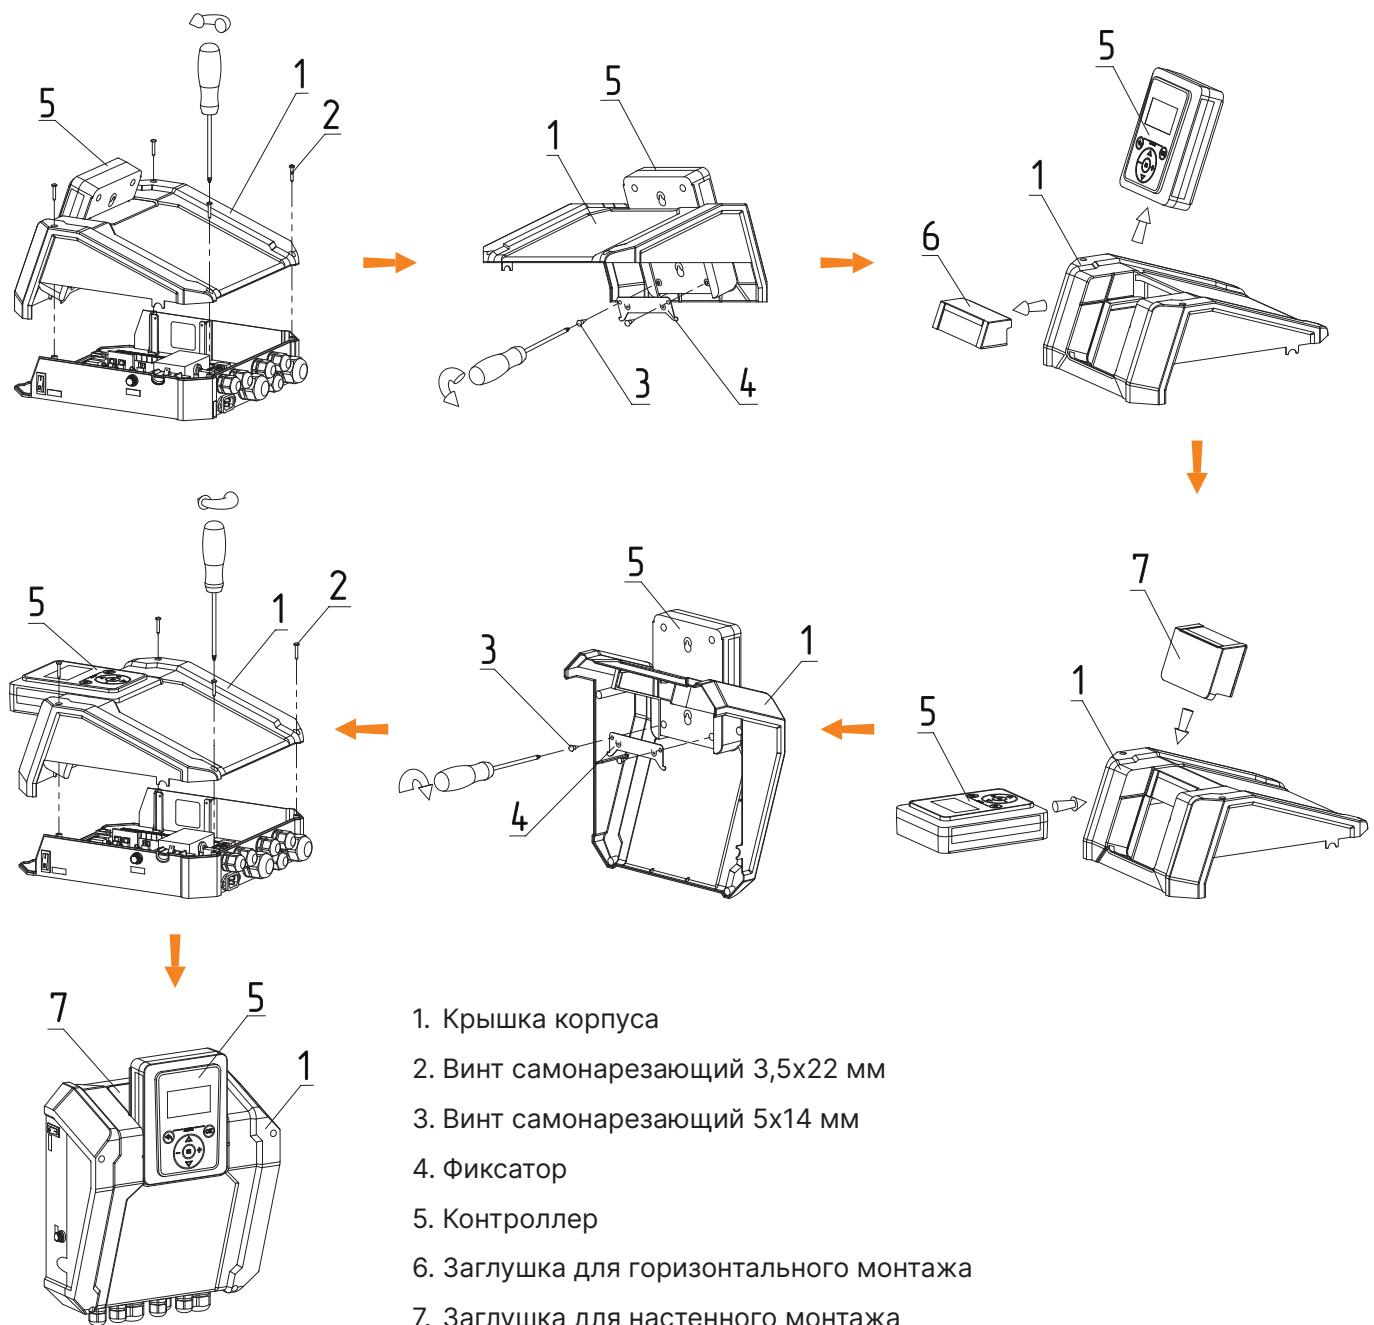

Рис.12 Схема настенного монтажа контроллера
1. Открутите винты (**Рис.12, поз.2**);
2. Поднимите крышку корпуса (**Рис.12, поз.1**);
3. Открутите винты (**Рис.12, поз.3**) с обратной стороны крышки корпуса;
4. Уберите фиксатор (**Рис.12, поз.4**);
5. Уберите контроллер(**Рис.12, поз.5**);
6. Вытяните заглушку (**Рис.12, поз.6**);
7. Вставьте заглушку для настенного монтажа (**Рис.12, поз.7**);
8. Вставьте контроллер (**Рис.12, поз.5**)в заглушку для настенного монтажа (**Рис.12, поз.7**);
9. Закрепите фиксатор (**Рис.12, поз.4**) винтами (**Рис.12, поз.3**);
- 10.Закрепите крышку корпуса (**Рис.12, поз.1**) винтами (**Рис.12, поз.2**).